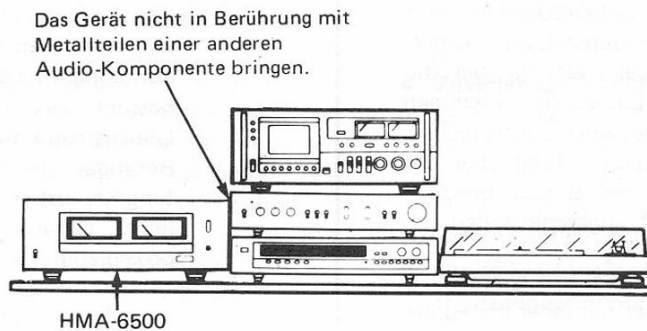

Abb. 2 (Falsch)
2. Brummen wird manchmal erzeugt, wenn Metallteile (z.B. Gehäuse, Frontplatte usw.) von anderen Audio-Komponenten oder von einem Metallregal in Berührung mit dem Gerät kommen, wie in Abb. 2 gezeigt ist.